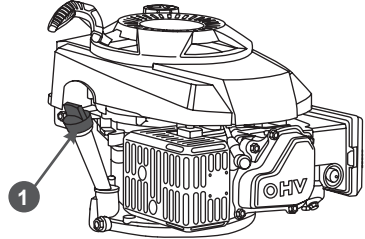

Рис. 9 Крышка-щуп маслозаливной горловины
- Открутите крышку-щуп 1 маслозаливной горловины и извлеките щуп (Рис. 9).
2. Открутите крышку-щуп 1 маслосазливной горловины и извлеките щуп (Рис. 9).